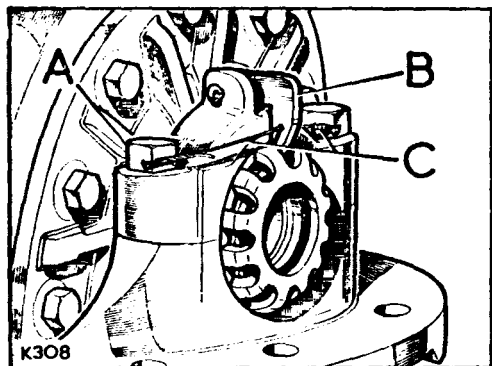

Fig. El-64.- Fijación de los tornillos de las tapas de los cojinetes.
- 6.19.- Una vez hecho este ajuste y sin que exista juego longitudinal, o precarga de los cojinetes, se apretarán - ambas tuercas girándolas el espacio correspondiente a media muesca, para conseguir la precarga adecuada -- sobre los cojinetes. Seguidamente se encajará la patilla-fiador, B (Fig. El-64), en la muesca de la tuerca.